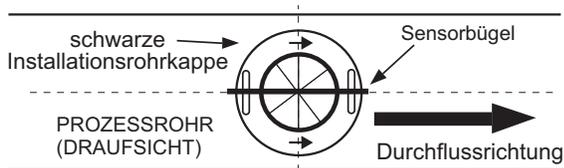

Abbildung 3
- Bei einer ordnungsgemäßen Ausrichtung befindet sich der Sensorbügel parallel zum Rohr. (Abbildung 3)